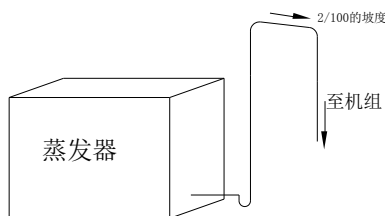

图 1
- ① 压缩机吸气管路应设不小于 0.02 的坡度，且必须使其坡向压缩机，用以确保停机时润滑油能自动流回压缩机中，工作时能连续地随制冷剂气体一起流回压缩机；（见图 1）
- ② 蒸发器出口必须安装 U 型回油弯，U 型弯应尽可能小，且必须设置上升立管，立管高度应高于蒸发器顶部；（见图 1）